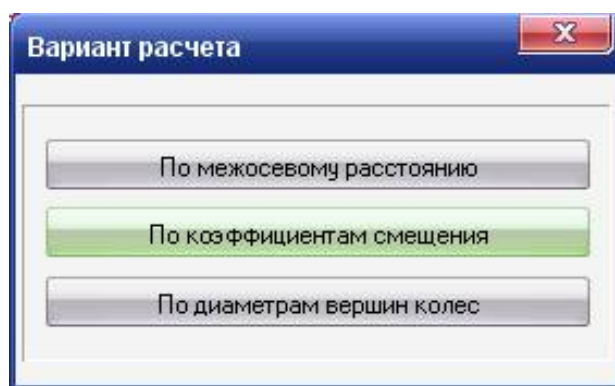

Рисунок 1.10 - Діалогове вікно **Вариант расчета**
6. натисніть кнопку **Геометрический расчет**. З'явиться діалогове вікно **Вариант расчета** (рисунок 1.10);